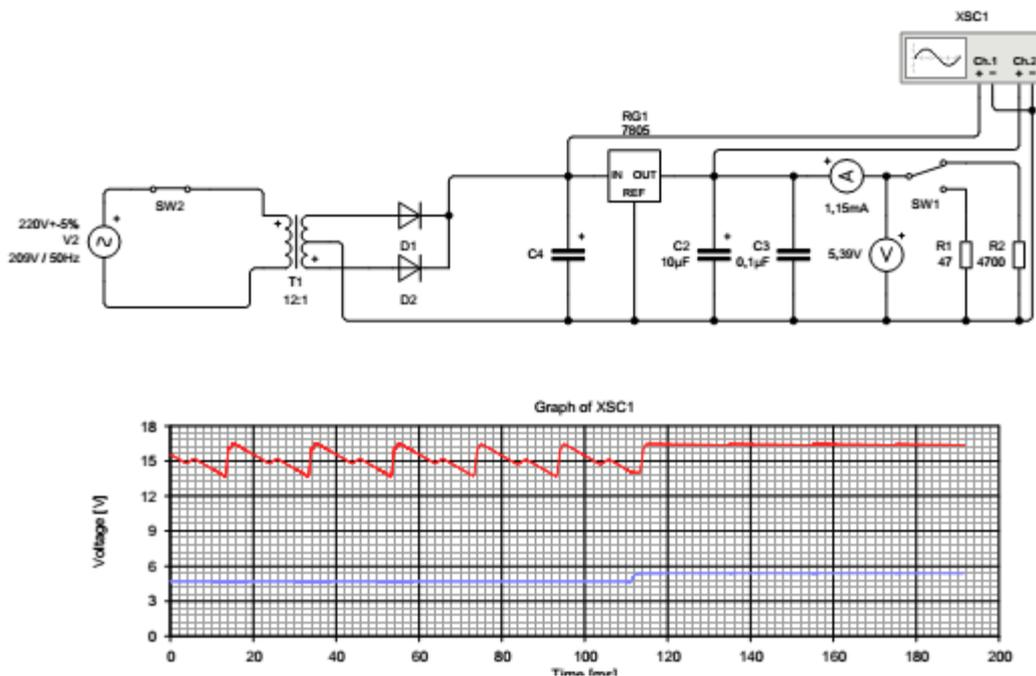

Fig. 4: Circuito de fuente completa regulada con CI 7805
9. Reemplazar la fuente regulada con Zener Del problema N° 3 del Práctico 13-23-[IC313] –Zener por el circuito con CI implementado en el Punto 8. Como se indica en la Fig. 4.